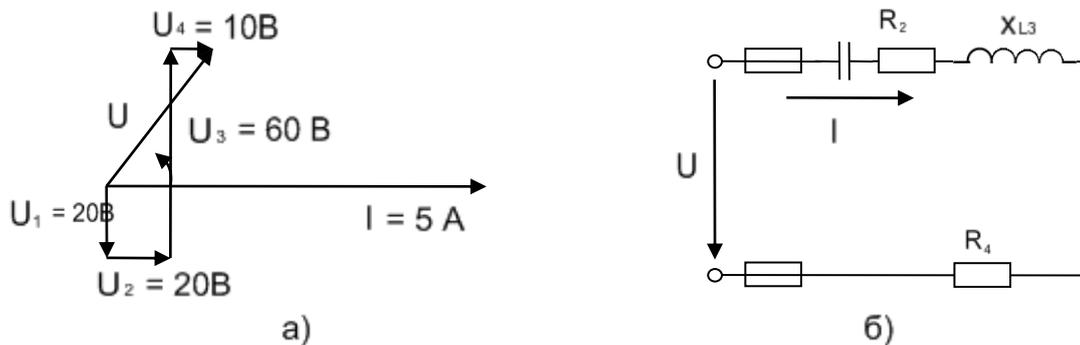

Рис.82
**Пример 3.** На рис. 82, а задана векторная диаграмма для неразветвленной цепи, ток  $I$  и падения напряжений на каждом сопротивлении ( $U_1$ ,  $U_2$  и т.д.). Определить характер и величину каждого сопротивления, начертить эквивалентную схему цепи, вычислить приложенное напряжение и угол сдвига фаз  $\varphi$ .
Эквивалентная схема цепи приведена на рис.82, б.